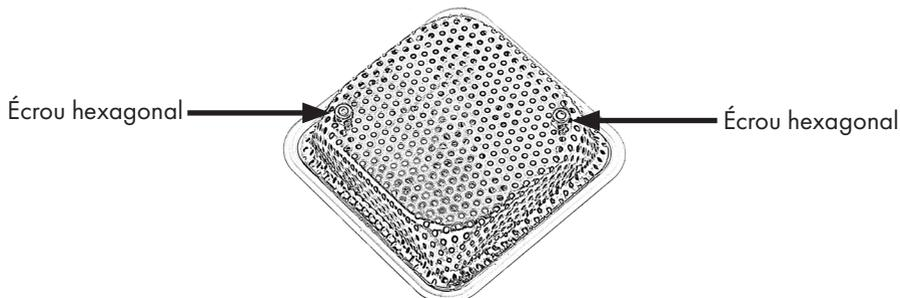

Figure 2
1. Dévissez d'abord les deux écrous du tamis et retirez le tamis. Remettez ensuite le tamis souhaité en place de la même manière et vissez les écrous. (fig. 2)